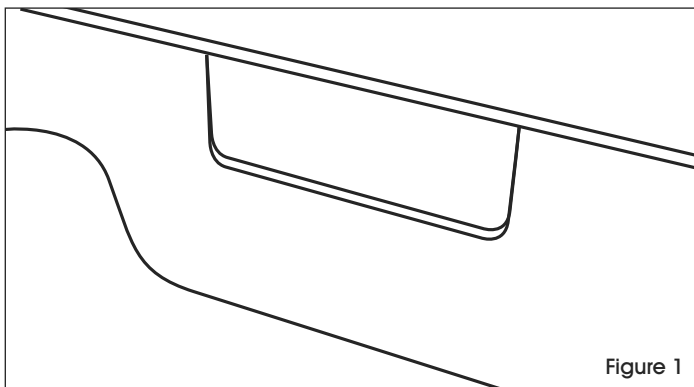

Figure 1
1. Locate one of the indented rectangular areas on the outside surface of the workstation. (See Figure 1) This is the recommended area for placement of the connectors.
1. Repérez une des zones rectangulaires découpées sur la surface extérieure de la station de travail. (Voir Figure 1) Il s'agit de la zone recommandée pour l'installation des raccords.